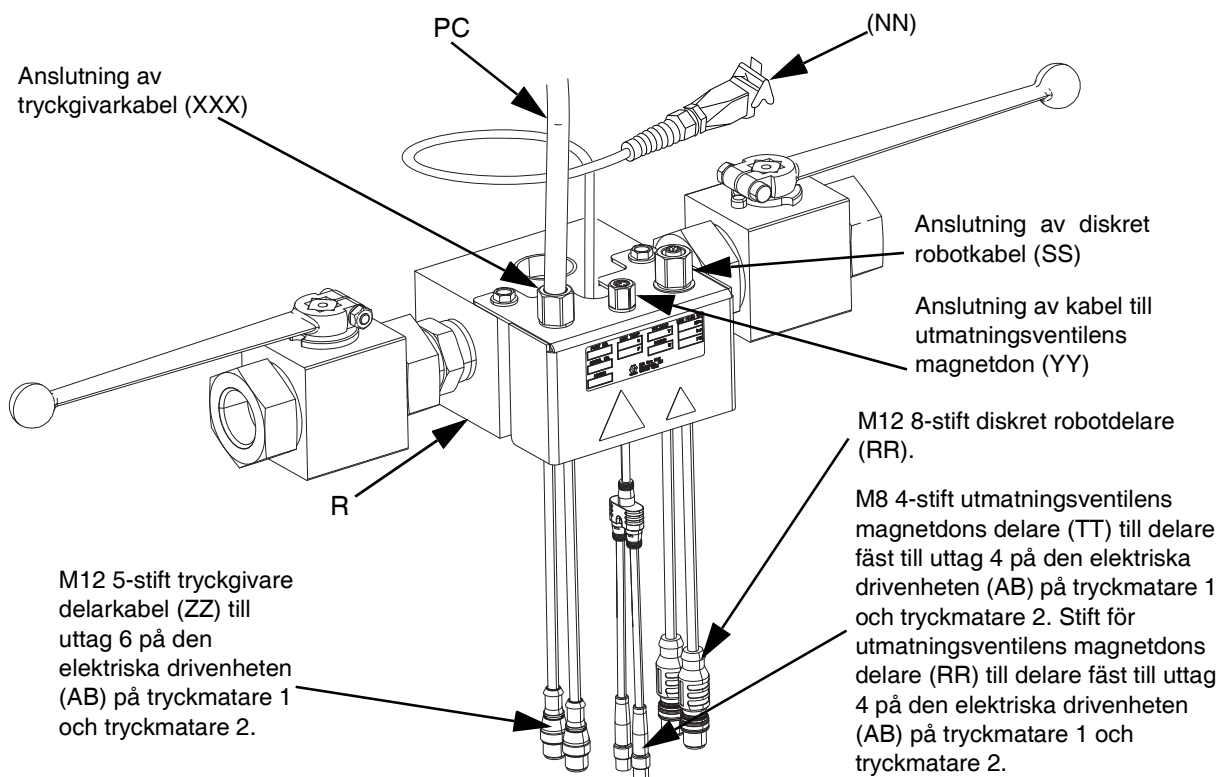

FIG. 22
1. Vid användning av enkelt iQ tryckmatarsystem, anslut tryckgivarkabeln (PC) till uttag 6 på eldrivningen (AB). Se **Eldrivenheters kommunikationsanslutningar** för enkel tryckmatare på sidan 16.
- a. Anslut tryckgivarkabeln (PC) från utmatningsventilen (B) till tandemblockventilens tryckgivardelare. Se FIG. 22.
- b. Anslut en hankontakt på M12 5-stifts tryckgivardelarkabel (ZZ) på tandemblocket (R) till uttag 6 på eldrivningen (AB) på tryckmatare 1. Anslut den andra hankontakten till uttag 6 på tryckmatare 2. Se **Eldrivenheters kommunikationsanslutningar för Dubbel tryckmatare** på sidan 17.